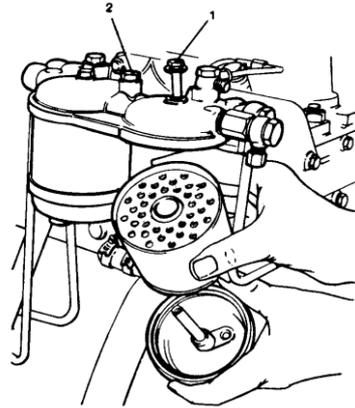

FIGURA 1.8 FILTROS DOBLES
En la figura 1.8 se puede observar el tapón de sujeción del filtro (1), y el tapón para purga (2).